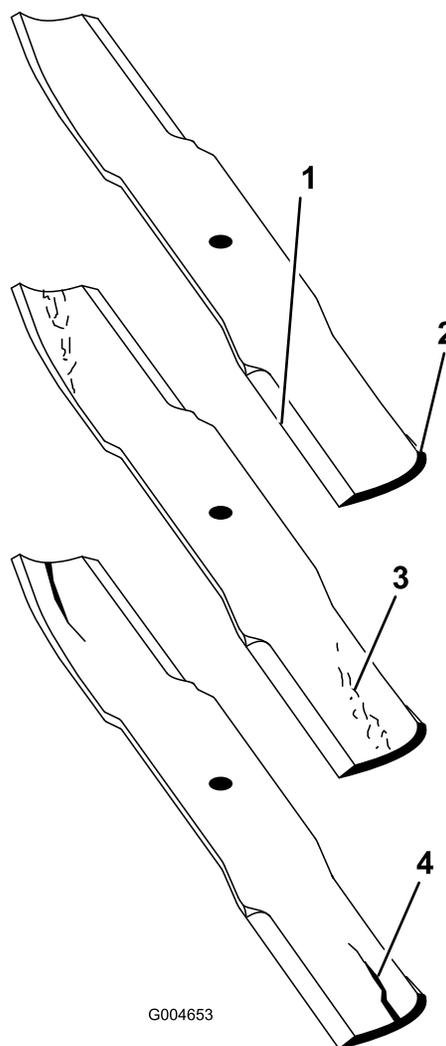

Figura 84
2. Verificate accuratamente i taglienti, con particolare attenzione ai punti d'incontro delle sezioni piatta e curva della lama (Figura 84).
Nota: Sabbia e materiali abrasivi possono consumare il metallo che connette le sezioni piatta e curva della lama, per cui si consiglia di controllare la lama prima di usare il tosaerba. Se riscontrate segni di usura (Figura 84), sostituite la lama.